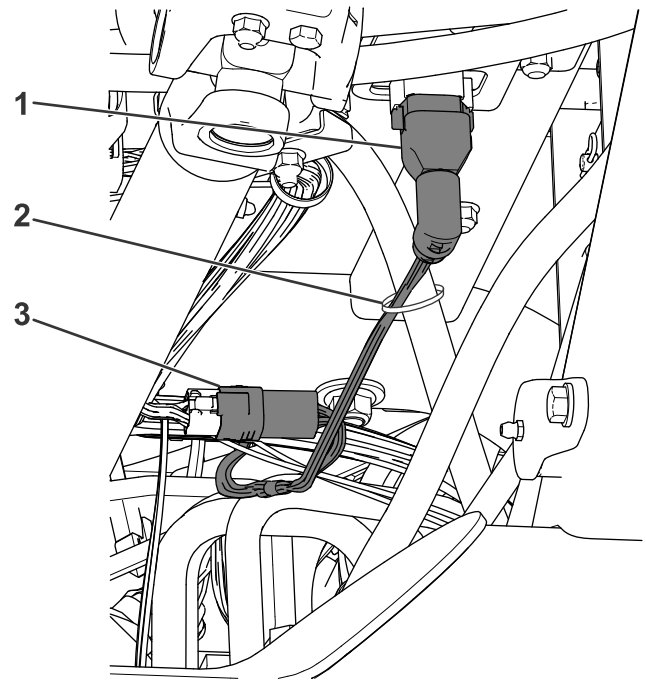

Figure 5
1. Branchez le connecteur à 90° au fond du module capteur (Figure 5).
2. Faites redescendre le faisceau et branchez le deuxième connecteur au faisceau de la machine (Figure 5).
4. Attachez le faisceau au tube hydraulique avec un attache-câble, comme montré à la Figure 5.